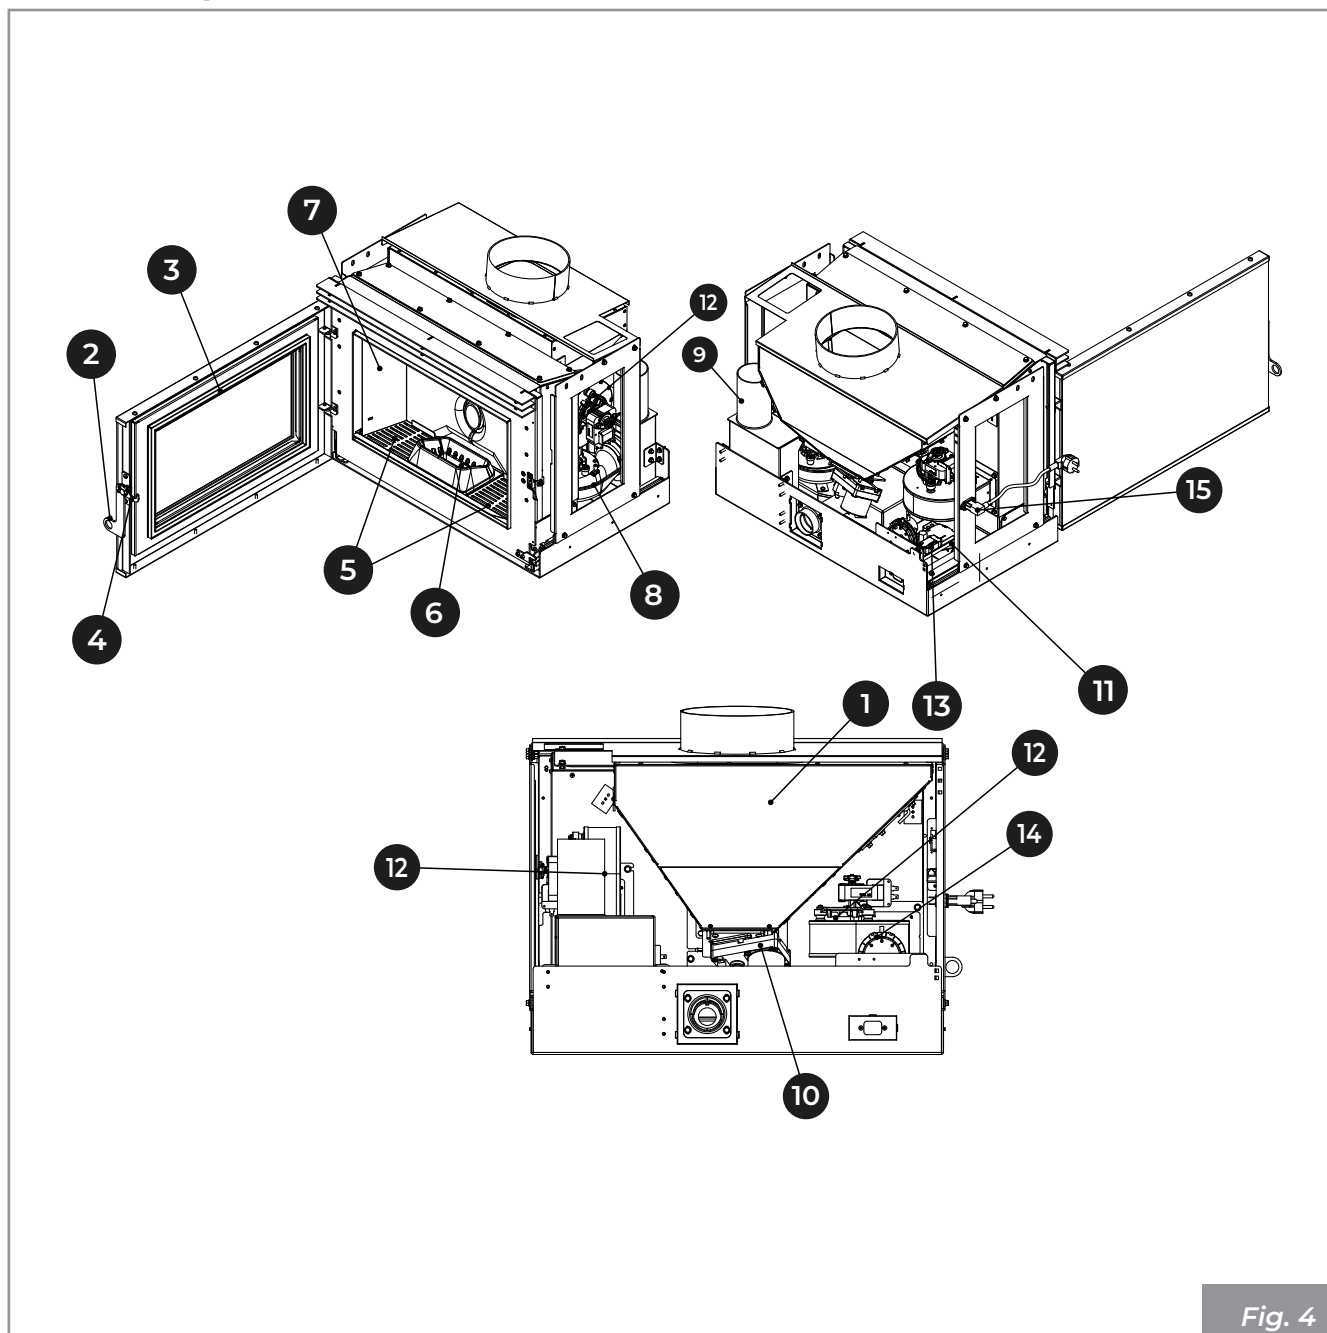

Fig. 4
Esta operación acciona un microinterruptor de seguridad (13) que desactiva la alimentación eléctrica. (Fig. 4) el cable de alimentación no debe ser conectado a la red eléctrica.